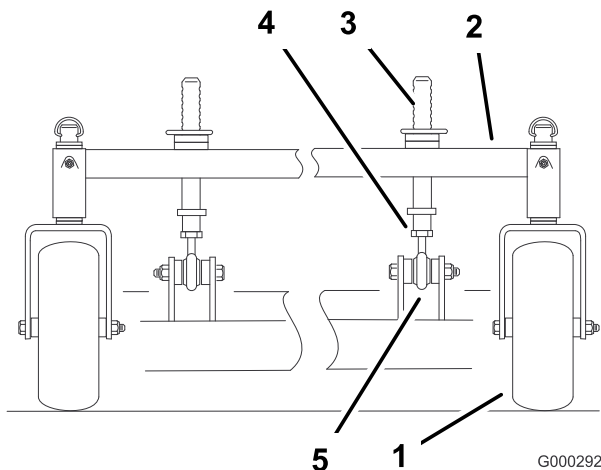

Bild 59
Durch Einstellen der vorderen Schnitthöhensäulen lässt sich die Längsneigung einstellen (Bild 59).
Lockern Sie zum Anheben der Vorderseite des Mähwerks die Klemmmutter und drehen Sie den vorderen Stift nach rechts (Bild 59).
Lockern Sie zum Absenken der Vorderseite des Mähwerks die Klemmmutter und drehen den vorderen Stift nach links (Bild 59).
2. Messen Sie von einer ebenen Fläche bis zu den Stellen **C** und **D** (Bild 59) an den Schnittkanten der Messer.
4. Ziehen Sie dann die Klemmmuttern fest (Bild 59).